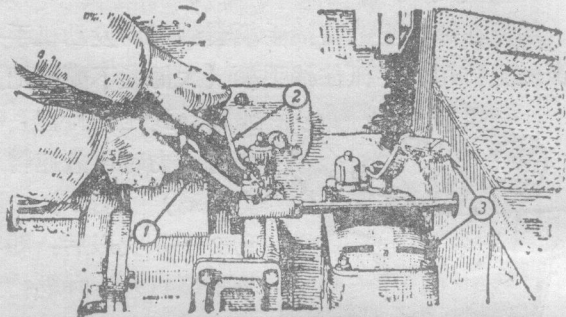

图7 起动离合器拉杆、起动齿轮拉杆及起动变速杆图
17. 将起动齿轮拉杆拉向自己一方，使起动齿轮与飞轮的环齿相连接（图7）。